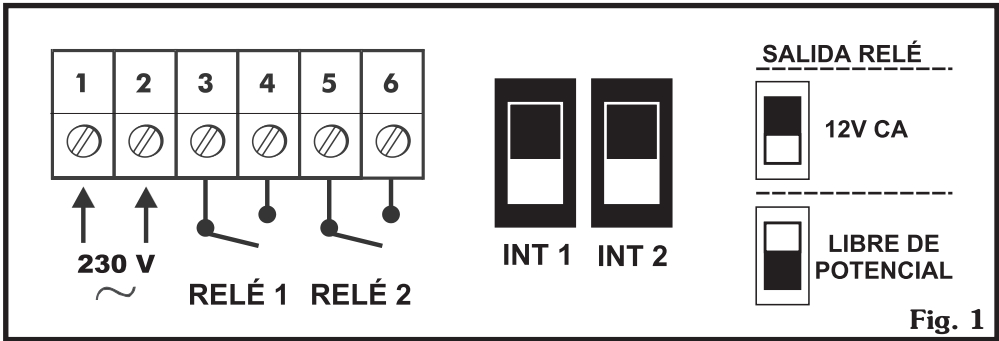

Fig. 1
- 2.2.- Conecte en las regletas de conexión los cables de alimentación y de salida de señal según se muestra en la fig. 1.
La salida de los relés se establece mediante conmutadores, independientes para cada relé, situados encima de cada uno de ellos, posibilitando de esta manera, cualquier combinación de salida (fig. 1).